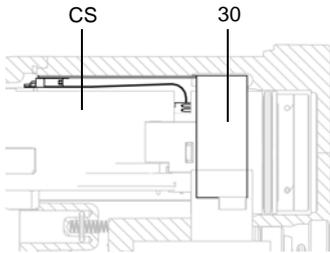

FIG. 32. Elastische Schaltung anschließen
5. Um den Hochspannungserzeuger (7) von der Turbine (8) zu trennen, den 3-poligen Flachbandstecker (PC) vom Hochspannungserzeuger trennen. Siehe hierzu FIGURE 32.
- Die Hochspannungserzeuger-/Turbineneinheit in das Pistolengehäuse (10) stecken. Sicherstellen, dass die Massebänder (EE) den Griff berühren.
Nur für Smart-Modelle: Den Stecker der 6-poligen elastischen Schaltung (30) mit der Buchse (CS) oben am Griff ausrichten. Siehe hierzu FIGURE 32.